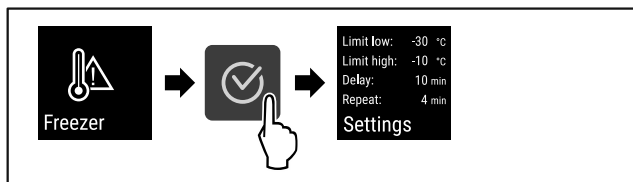

Fig. 138
- ▶ Suivre les étapes (voir Fig. 138) .